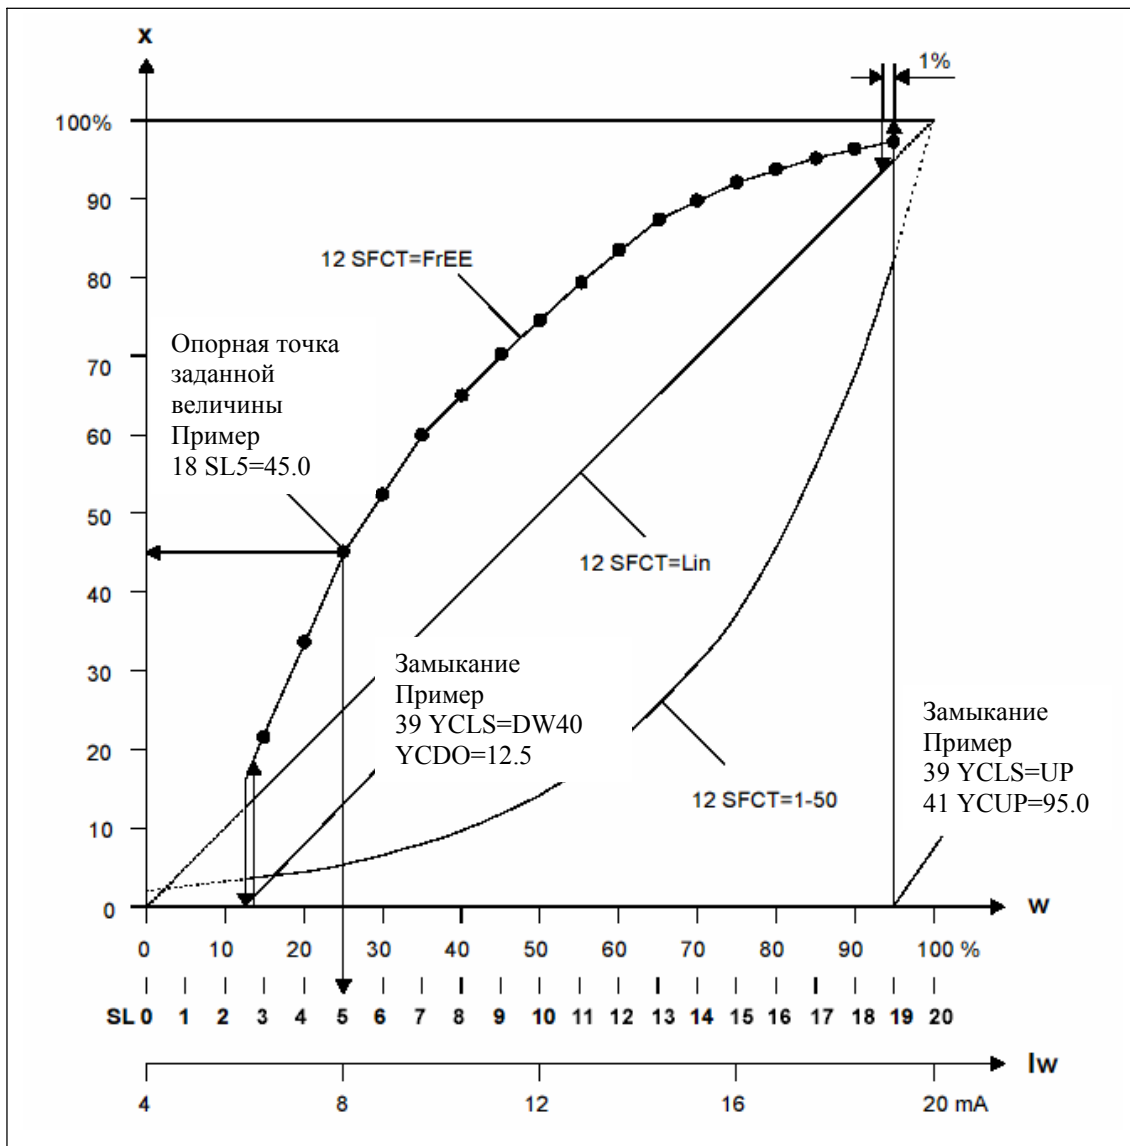

Рис. 4-8 Характеристики заданной величины, нормирование управляющих воздействий и функция замыкания
Функция заданной величины (см. рис. 4-8, стр. 83)
- 13.SL0 до 33.SL20** Опорные точки заданной величины (см. рис. 4-8, стр. 83)
- 35.YA** Начало ограничения управляющих воздействий (см. рис. 4-8 и 4-9)
конец ограничения управляющих воздействий (см. рис. 4-8 и 4-9)
- 37.YNRM** Нормирование управляющих воздействий (см. рис. 4-8 и 4-9)
Замыкание управляющих воздействий (см. рис. 4-8, стр. 83)